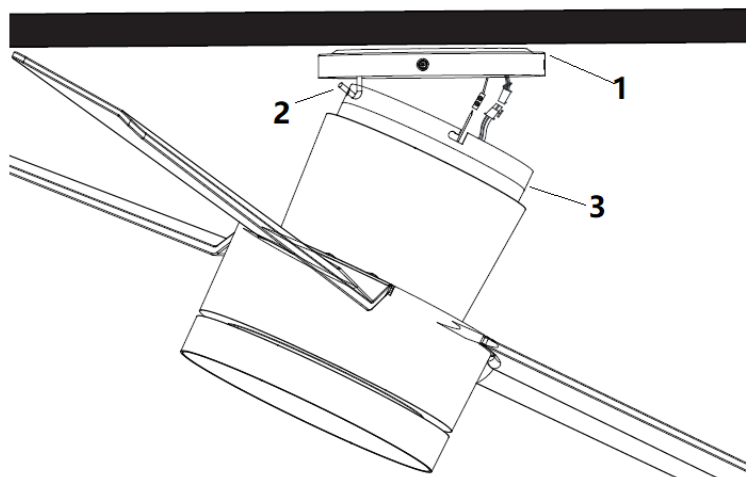

Fig. 5
- Levante el conjunto del ventilador hasta el soporte de montaje (1), pase el gancho con forma de J (2) del soporte de montaje por el agujero del florón colgante (3) y cuelgue el conjunto del ventilador.Fig. 5
- Conecte los conectores macho y hembra juntos (4). Fig. 5